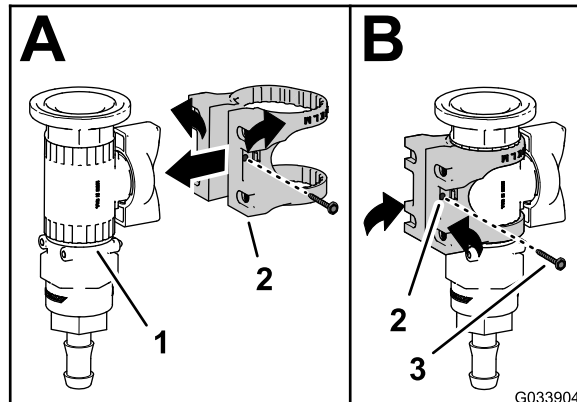

图 27
1. 如 图 27 中的 A 所示将阀安装座装到控制阀上。
2. 用凸缘头螺丝 6 号将阀安装座固定至控制阀然后用手拧紧螺丝 图 27 中的 B。